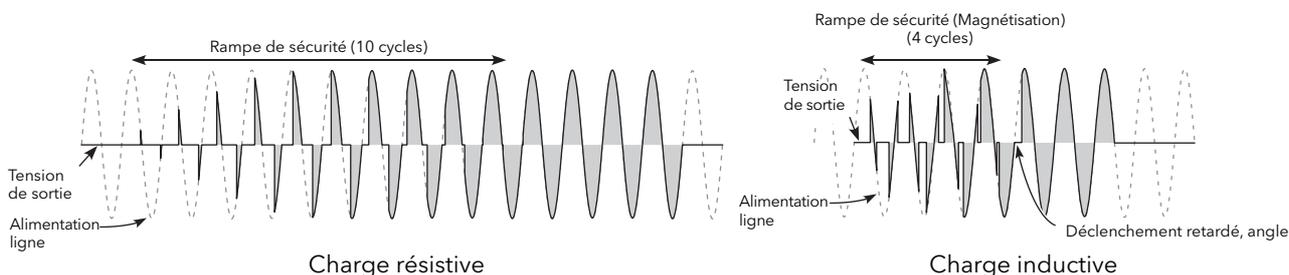

Figure 58 Exemples de rampe de sécurité (en train d'ondes)
- Safety Ramp** Affiche la durée de la rampe de démarrage, en périodes de tension d'alimentation (0 à 255), à appliquer au démarrage. La rampe est une rampe en angle de phase de 0 à l'angle de phase cible voulu, ou de 0 à 100 % en conduction de train d'ondes. Voir Figure 58. La rampe de sécurité n'est pas applicable au mode Intelligent Half cycle (IHC) (Demi-cycle intelligent).